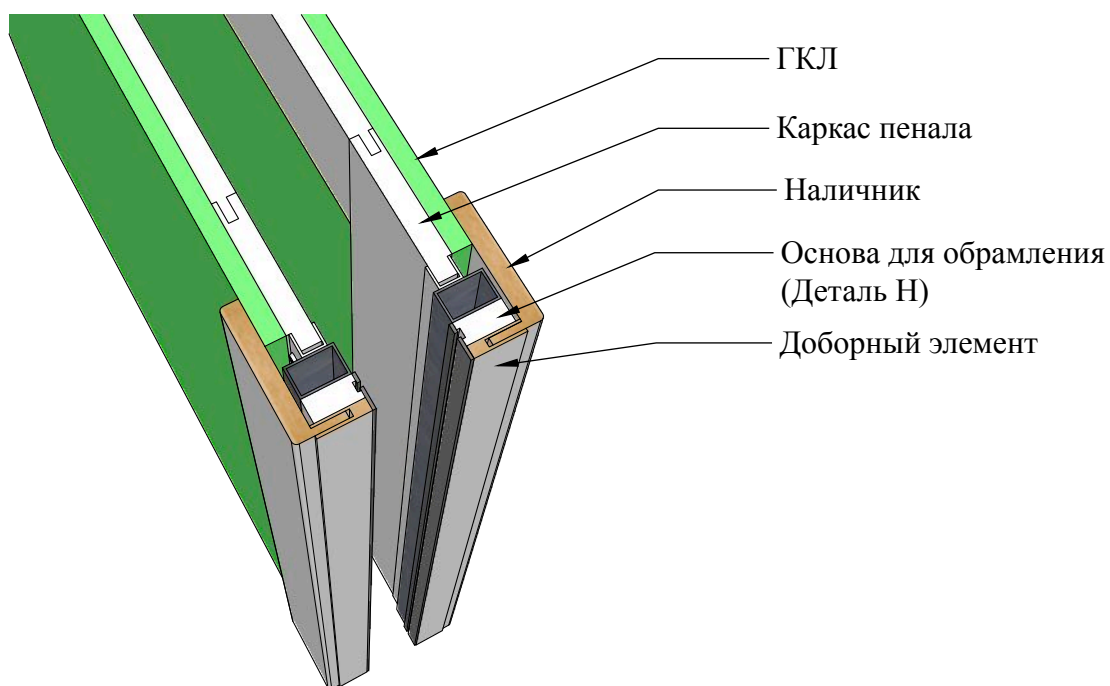

Рисунок 27
3. Толщина доборного элемента равна высоте упора детали Н (Рис. 27).